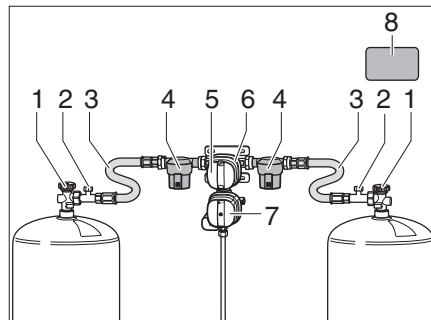
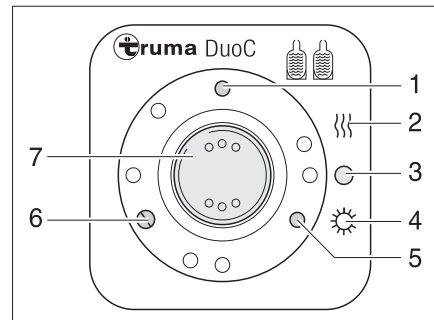
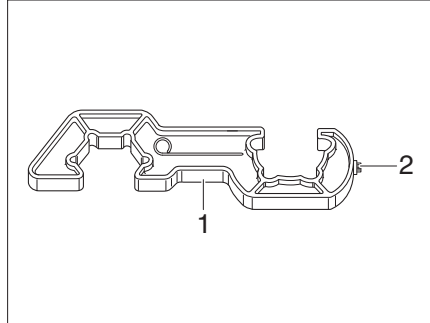
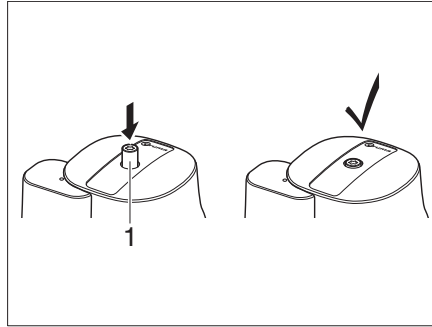

Bild 85 DuoControl-Umschaltanlage
Bild 86 Bedieneinheit
Bild 88 Schraubhilfe
Bild 89 Crashsensor
Die DuoControl-Umschaltanlage besteht aus einem Umschaltventil (Bild 85,6) und der Bedieneinheit (Bild 86). Das Umschaltventil ist zwischen den Hochdruckschläuchen (Bild 85,3) montiert. Mit dem Drehknopf (Bild 85,5) am Umschaltventil kann bestimmt werden, welche der Gasflaschen als Betriebsflasche und welche Gasflasche als Reserveflasche verwendet wird.
Das Umschaltventil (Bild 85,6) ist mit der Regler-Enteisungsanlage EisEx ausgestattet. So werden Störungen der Gasanlage im Winter vermieden.
Vor dem Umschaltventil befinden sich auf jeder Seite ein Gasfilter (Bild 85,4), der die Gasanlage vor Verölung und Verunreinigungen schützt.
An der Bedieneinheit (Bild 86) können nur die elektrischen Funktionen geschaltet werden. Die Haupt-Absperrventile (Bild 85,1) der Gasflaschen müssen von Hand geöffnet werden.
Das Umschaltventil gewährleistet einen konstanten Gasdruck, unabhängig davon, welche Gasflasche Gas liefert. Die zwei Kontroll-Leuchten an der Bedieneinheit zeigen den Füllstand der Betriebsflasche an. Wenn die grüne Kontroll-Leuchte (Bild 86,6) leuchtet, ist die Betriebsflasche voll. Wenn die rote Kontroll-Leuchte (Bild 86,5) leuchtet, ist die Betriebsflasche leer. Die Gasversorgung erfolgt dann über die Reserveflasche.
- Die Haupt-Absperrventile (Bild 85,1) an den Gasflaschen öffnen.
- Mit dem Drehknopf (Bild 85,5) am Umschaltventil (Bild 85,6) die Gasflasche wählen, der vorrangig das Gas entnommen werden soll (Betriebsflasche). Den Drehknopf immer bis zum Anschlag drehen.
- Den Wippschalter (Bild 86,7) auf "O" (Bild 86,3) stellen. Die gelbe Kontroll-Leuchte (Bild 86,1) erlischt.
- Die Haupt-Absperrventile (Bild 85,1) an den Gasflaschen schließen.
Die Kontroll-Leuchten an der Bedieneinheit (Bild 86,5 und 6) signalisieren im Fahrzeuginneren, ob die Betriebsflasche betriebsbereit ist.
Wenn die grüne Kontroll-Leuchte (Bild 86,6) während des Betriebs erlischt und die rote Kontroll-Leuchte (Bild 86,5) aufleuchtet, ist die als Betriebsflasche gewählte Gasflasche leer und muss gewechselt werden. Die Reserveflasche versorgt die Gasverbraucher weiterhin mit Gas.
- ▶ Zum An- und Abschrauben der Hochdruckschläuche die beiliegende Schraubhilfe (Bild 88,1) verwenden. Sie gewährleistet das nötige Anzugsmoment und verhindert Beschädigungen an der Verschraubung durch falsches Werkzeug.
- Das Haupt-Absperrventil (Bild 85,1) an der leeren Gasflasche schließen.
- Den Hochdruckschlauch (Bild 85,3) mit der Schraubhilfe (Bild 88) von der Gasflasche abschrauben.
- Die volle Gasflasche an den Hochdruckschlauch (Bild 85,3) anschließen.
- Das Haupt-Absperrventil (Bild 85,1) an der Gasflasche öffnen.
- Den Drehknopf (Bild 85,5) am Umschaltventil (Bild 85,6) mit einer halben Umdrehung so einstellen, dass die eben gewechselte Gasflasche als Reserveflasche dient.
- Knopf (Bild 85,2) für die Schlauchbruchsicherung am Hochdruckschlauch drücken, um sie zu aktivieren.
- Ggf. den Rückstellknopf (Bild 89,1) am Crashsensor drücken.
- ▶ Sicherheitsaufkleber (Bild 85,8) im Gaskasten beachten.
- Mit dem Torx T20 (Bild 88,2) an der Schraubhilfe den Entsicherungsknopf (Bild 89,1) eindrücken, leicht im Uhrzeigersinn drehen und 5 Sekunden lang halten.
Der Crashsensor ist betriebsbereit, wenn der Entsicherungsknopf (Bild 89,1) in der versenkten Stellung bleibt.
- Nach dem Wechsel der Gasflasche grünen Knopf (Bild 85,2) am Hochdruckschlauch (Bild 85,3) kräftig drücken.